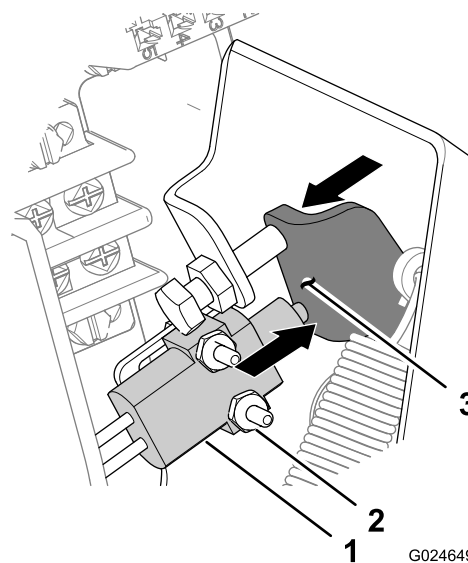

Figura 47
- Levante el pedal del acelerador hasta que la pestaña del brazo del pedal del acelerador esté contra el tope, y mueva el interruptor de desconexión hacia atrás y hacia arriba en las ranuras hasta que el émbolo del interruptor esté pulsado a fondo dentro del interruptor (Figura 46 y Figura 47).